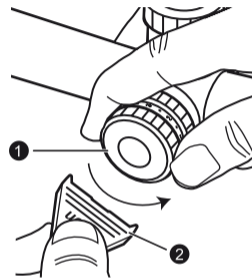

Fig. 3-1
- ① Maintenez fermement la bague de réglage d'intensité du rhéostat et dévissez le capot du compartiment à pile ① dans le sens inverse des aiguilles d'une montre, à l'aide du dispositif d'ouverture dédié ② (Fig. 3-1).